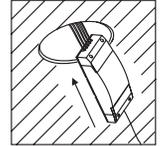

FIG.10
- Después de conectar los cables, ubique la caja de control sobre el cieloraso, pasando a través del agujero. (Ver FIG.10)